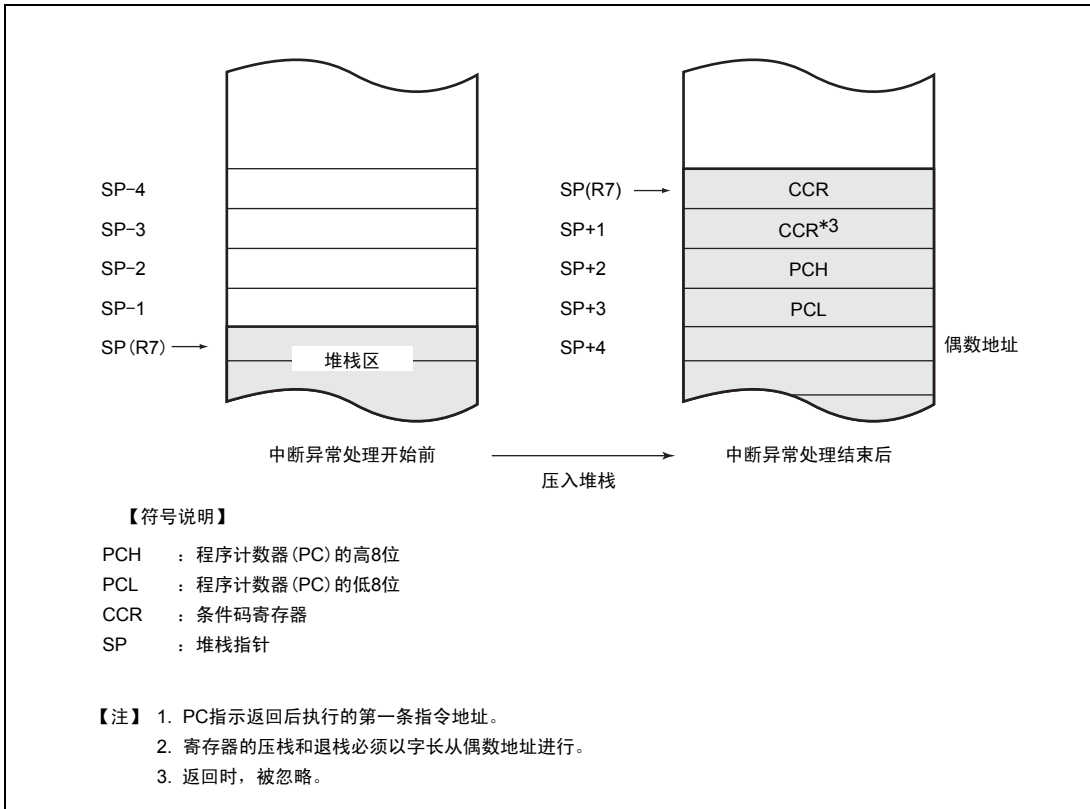

图 3.2 中断异常处理结束后的堆栈状态
4. 当CPU接受中断请求，执行完执行中的指令后，开始中断异常处理。首先，把PC和CCR的值压入堆栈区。此时堆栈的状态如图3.2所示。被入栈的PC值为返回后要执行的第一条指令的地址。